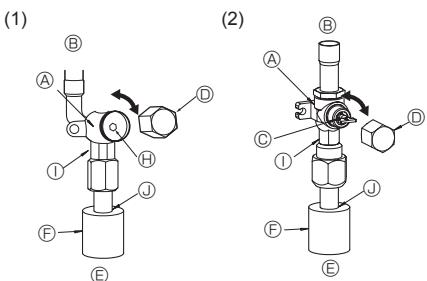
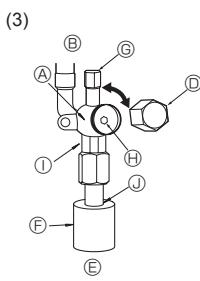

Fig. 4-6
Fig. 4-7
(1) Gaszijde van de SW75 (Fig. 4-6)
② Let erop dat de afsluitkraan geheel open is en draai de kap terug naar de oorspronkelijke stand.
(2) Gaszijde van de SW100, 200 (Fig. 4-7)